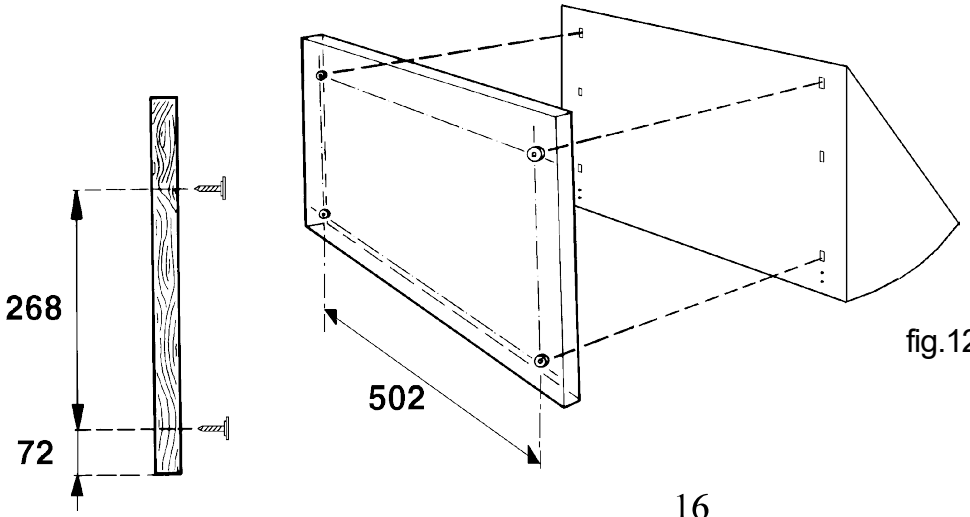

fig.12
9. **Fixation du cache en bois:** coupez le panneau en bois à la mesure désirée puis fixez-le à l'aide des 4 vis au cache de l'appareil (voir mesures Figure 12).